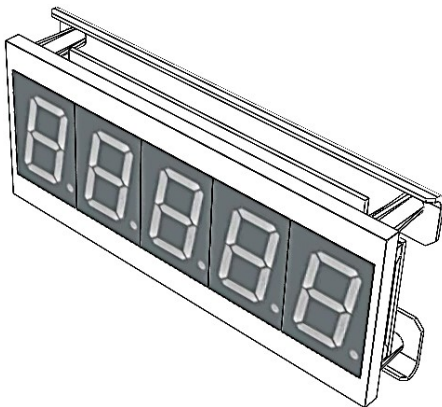
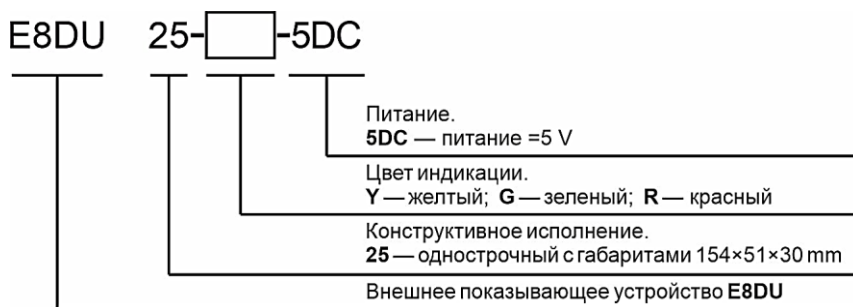

Рисунок 3 – Внешний вид внешнего однострочного показывающего устройства Е8ДУ 25
Рисунок 4 – Схема условного обозначения внешнего однострочного показывающего устройства Е8ДУ 25
2.2.1 При необходимости подключения внешнего однострочного показывающего устройства Е8ДУ 25 (рис. 3) к порту RS-485, следует выбрать его характеристики в соответствии с кодом условного обозначения (рис. 4).